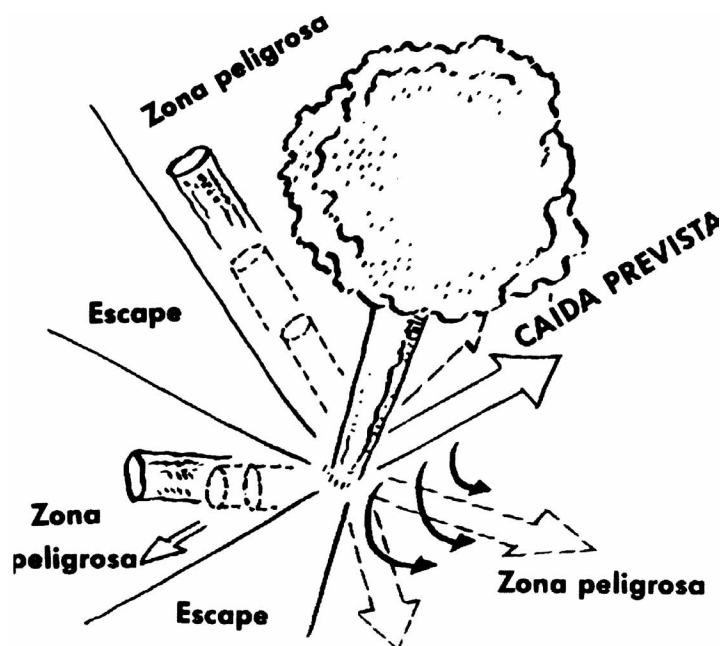

FIG. 084
- El movimiento de retroceso, se debe hacer diagonalmente hacia atrás de la dirección prevista de caída. **FIG. 084**